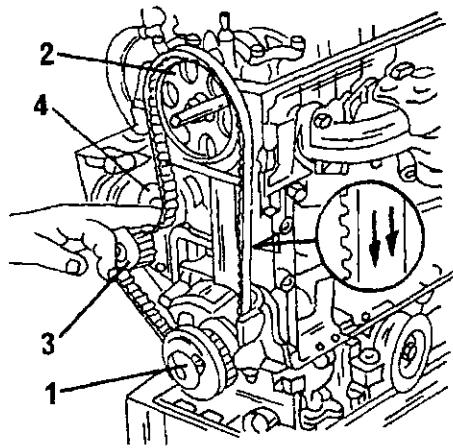

Рис. 68. Наложение зубчатого ремня. Наложить ремень на шкивы в порядке номеров. В вырезе показано направление движение зубчатого ремня.
• Осмотреть ремень с наружной стороны и найти стрелку направления движения (см. Рис. 68). Наложить ремень таким образом, чтобы стрелки на нем указывали направлении движения ремня. Проверить, что вставлены оба блокирующих штифта и наложить зубчатый ремень в соответствии с рисунком 68. Сначала ремень накладывается на зубчатый шкив коленчатого вала, затем на зубчатый шкив распределительного вала, а затем на шкив водяного насоса. В заключение ремень заводятся пальцами на натяжной ролик, как показано на рисунке. Проверить зацепление зубьев ремня с зубьями всех шкивов.